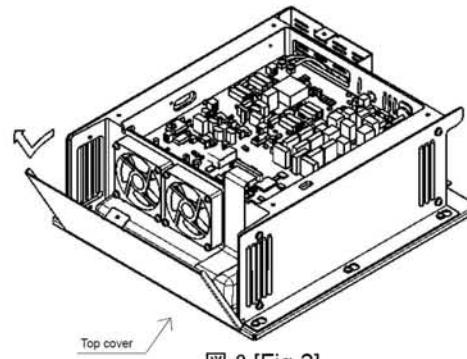

図2 [Fig.2]
- 天板を取り外します。(図2)
Remove the top cover. [Fig.2]